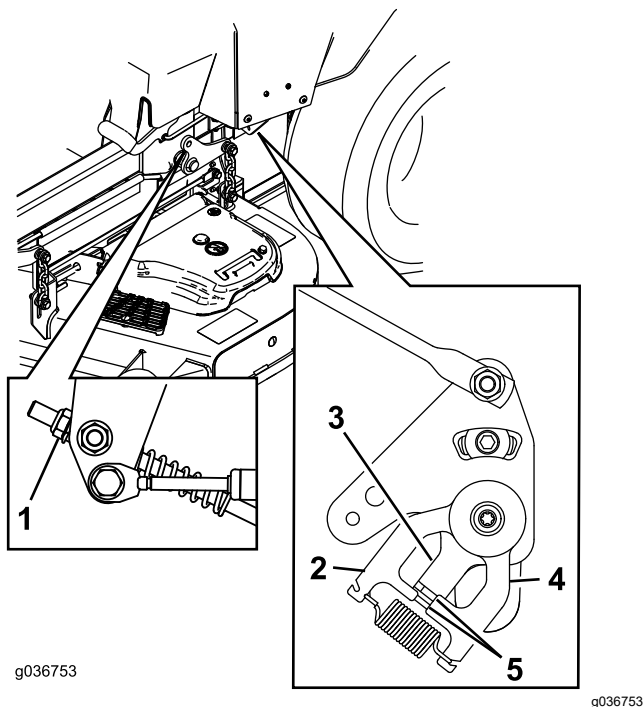

Figura 66
11. Ajuste la longitud de las varillas de control de las bombas girando la tuerca en el sentido apropiado, hasta que las ruedas se muevan ligeramente en marcha atrás (Figura 65 y Figura 66).